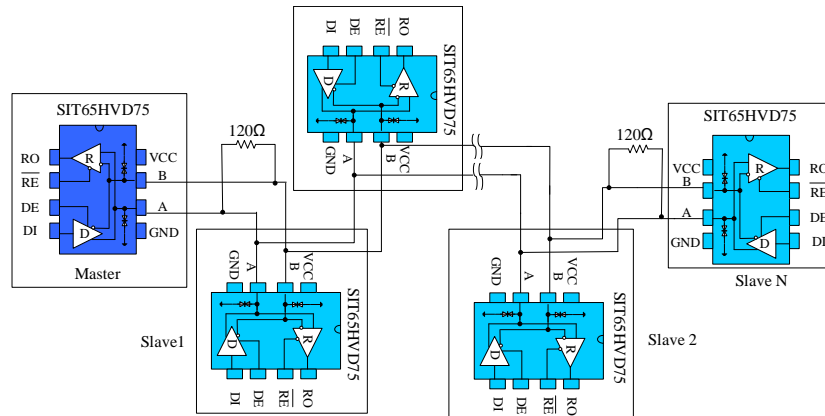

图 10 手拉手式 RS485 半双工通讯网络
**3.2 手拉手式组网：**又称菊花链拓扑结构，是 RS485 总线布线的标准及规范，是 TIA 等组织推荐使用的 RS485 总线拓扑结构。其布线方式就是主控设备与多个从控设备形成手拉手连接方式，如图 10 所示，不留分支才是手拉手的方式。这种布线方式，具有信号反射小，通讯成功率高等优点。